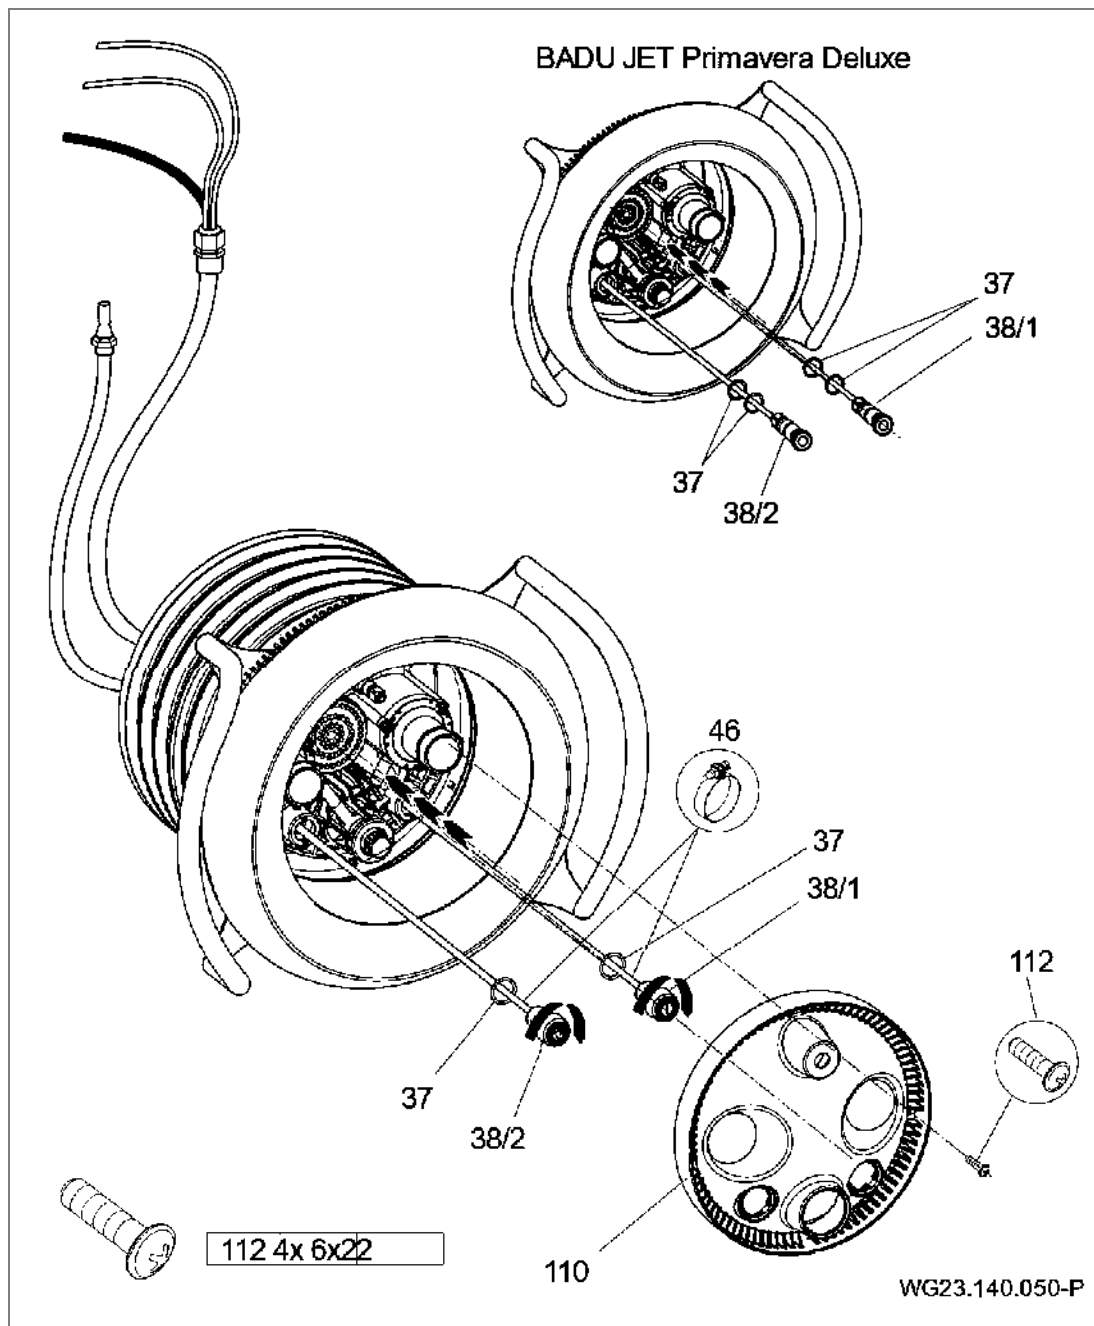

Рис. 19
8. Primavera: Надвинуть по одному кольцу круглого сечения (37) на пневматические выключатели (38/1; 38/2). С помощью шланговых зажимов (46) закрепить пневматические шланги на соответствующих кнопках. Оба пневматических выключателя вставить в сопловую коробку и зафиксировать, повернув по часовой стрелке. (Рис. 19)
10. Расположить заглушку из высококачественной стали (93.1) с выступающими утолщениями в имеющихся выемках заглушки всасывания (93) Следить за меткой "OBEN" (ВЕРХ) на заглушке из высококачественной стали. Для фиксации заглушки с помощью отвертки отогнуть назад два смещенных в сторону язычка. (Рис. 19)